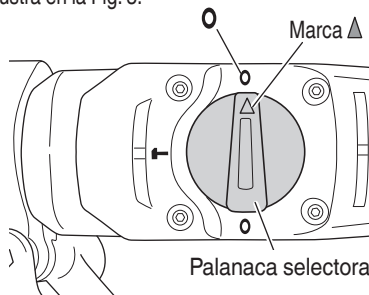

Fig. 3
- (1) El ángulo de la cuchilla puede cambiarse libremente si el símbolo ▲ de la palanca del selector está alineado con el símbolo ⊙ de la cubierta del cigüeñal, como se ilustra en la Fig. 3.